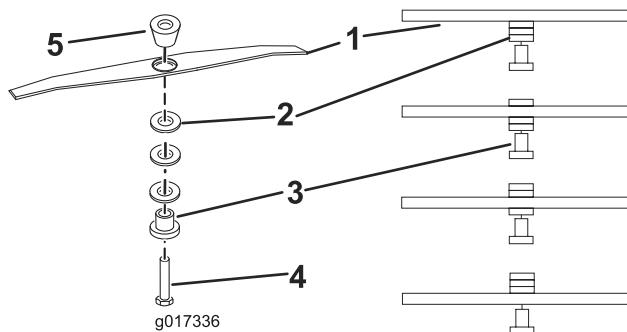
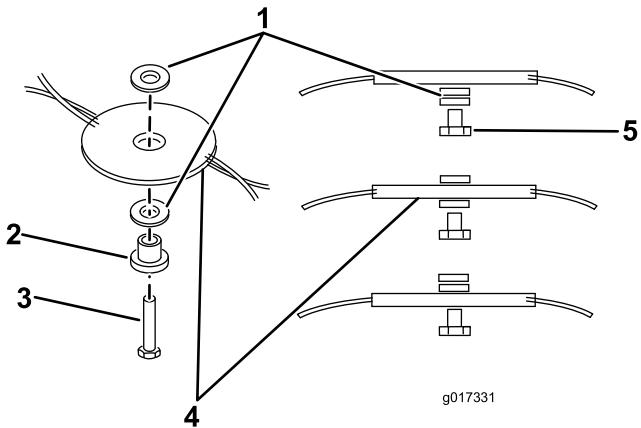

Figure 12
Figure 13
6. Déplacez les entretoises à la hauteur voulue, puis reposez le fil Flexiblade/la barre de coupe (Figure 12, Figure 13).